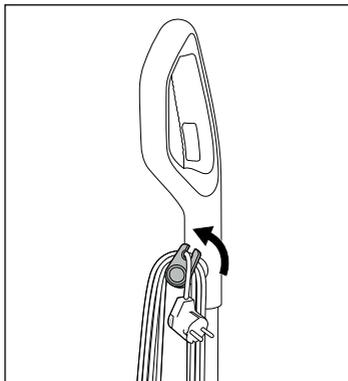

Fig. 43
► Per sbloccare l'apparecchio dalla posizione di parcheggio, mantenere fermo con un piede il piede ❸ dell'apparecchio e spostare all'indietro l'estremità superiore ❶.
- ◆ Estrarre leggermente il portacavo superiore ❶ e ruotarlo nuovamente verso l'alto (vedere fig. 43).